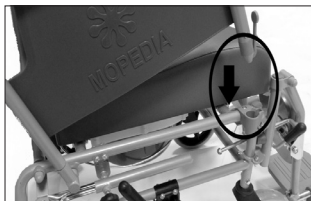

FIG. 4
- Los brazos de la silla deben introducirse en los alojamientos laterales. Asegurarse de que el brazo esté fijado correctamente (FIG.4).